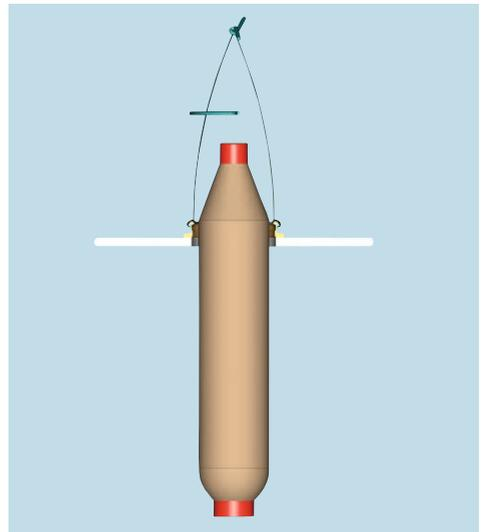

Fig. 2: Canilla completa
- 5 Revise el balón en la canilla completa (Fig. 2):